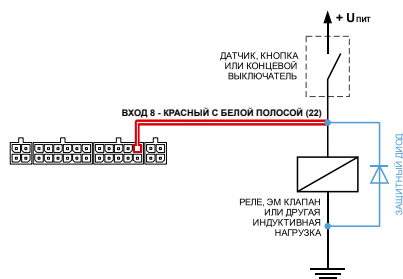

Рис.20. Схема подключения защитного диода
1. Защитный диод (Рис. 20) – устанавливается параллельно индуктивной нагрузке. При этом прямой ток защитного диода ($I_{\text{диода, прямой}}$) должен быть не менее $1.5 \cdot I_{\text{удержания катушки}}$. Если ток удержания катушки неизвестен или есть сомнения, следует использовать схему включения с защитным реле.